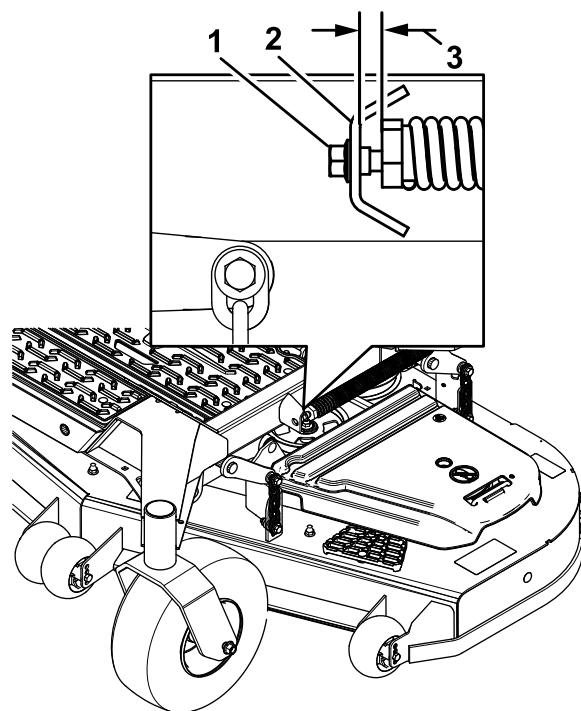

Figura 101
10. Afloje lentamente el tornillo de ajuste del muelle auxiliar de elevación hasta que pueda retirar el tornillo (Figura 101).